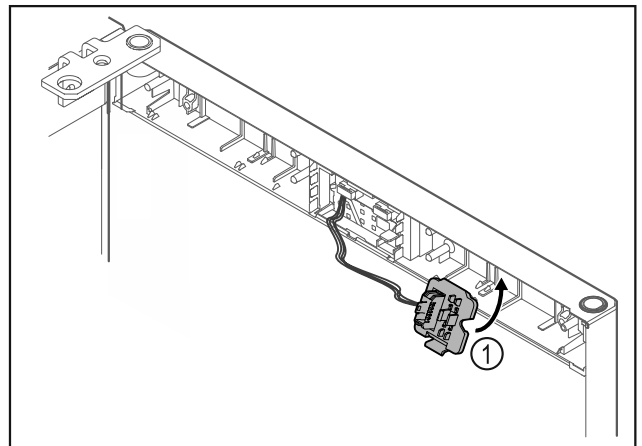

Fig. 18
- ▶ Установите и зафиксируйте держатель штекера Fig. 18 (1) на противоположной стороне.